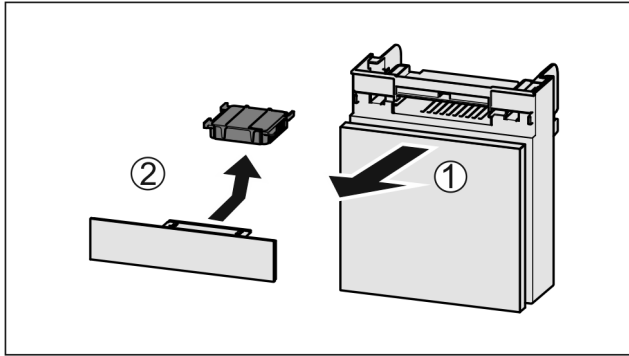

Fig. 197
- ▶ Fach nach vorne herausziehen Fig. 197 (1).
- ▶ Aktivkohlefilter entnehmen Fig. 197 (2).